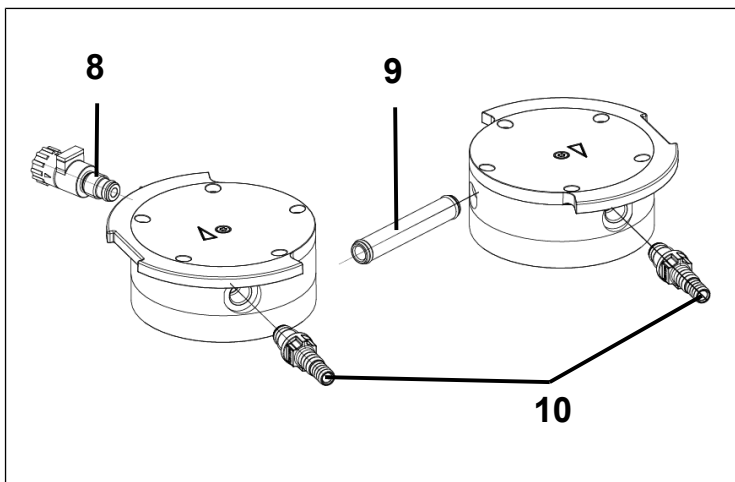

Fig.11: Sustitución de las juntas tóricas
1. Desenroscar las conexiones de manguera (Fig. 11/10) con la herramienta suministrada y la válvula de lastre de gas (Fig. 11/8) de la tapa del cabezal (3).
2. Tirar del tubo de conexión (Fig. 11/9) de la tapa del cabezal (3).
1. Aflojar el tornillo (1) de un solo cabezal.
2. Quitar la placa de presión (2) y la tapa del cabezal (3) de la placa intermedia (5).
3. Quitar las placas de válvula/juntas (4).
4. Limpiar con cuidado la placa intermedia (5) (si tiene suciedad acumulada).
5. Colocar las nuevas placas de válvula/juntas (4) en los asientos correspondientes de la placa intermedia (5).
7. Eliminar adecuadamente la membrana (6) y las placas de válvula/juntas (4) sustituidas.
8. Introducir el tubo de conexión (Fig. 11/9) en la tapa del cabezal (3).
9. Enroscar el lastre de gas (Fig. 11/8) en la correspondiente tapa del cabezal (3), de forma que la superficie quede orientada hacia arriba.
1. Presionar todo el borde alrededor de la membrana (6). Presionar la membrana (6) de un solo cabezal.
2. Colocar la placa intermedia (5) con las placas de válvula/juntas (4) en el alojamiento según la marca hecha con el rotulador.
3. Colocar la tapa del cabezal (3) en la placa intermedia (5) según el pasador.
4. Colocar la placa de presión (2) sobre la tapa del cabezal según la marca del rotulador.
5. Apretar los tornillos (5) de forma cruzada (par de apriete: N820: 4 Nm; N840: 5 Nm).
6. Apretar el tornillo (1) en el centro de la placa de presión (par de apriete: 1 Nm).
8. Atornillar a mano las conexiones de manguera (Fig. 11/10) con la herramienta suministrada.